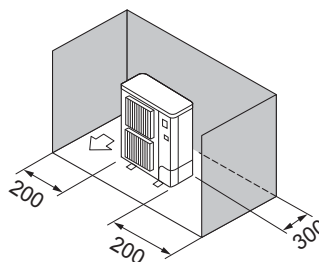

Fig. 2-5
- ③ Kun forhindringer bagved og i siderne (Fig. 2-5)